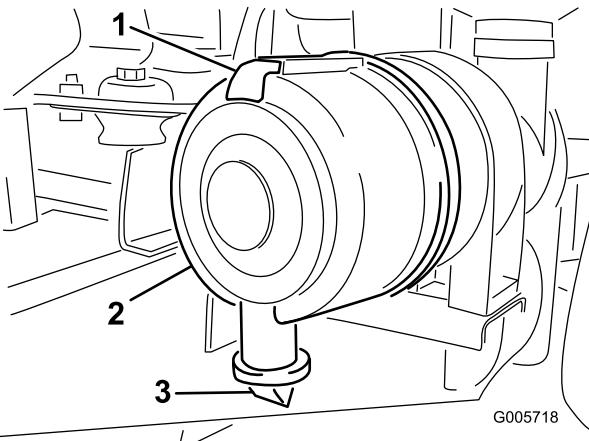

Figura 44
1. Tire hacia fuera del enganche y gire la tapa del limpiador de aire en el sentido contrario a las agujas del reloj (Figura 44).
4. Limpie el orificio de salida de suciedad de la cubierta extraíble (Figura 44). Retire la válvula de salida de goma de la cubierta, límpie el hueco y cambie la válvula de salida.